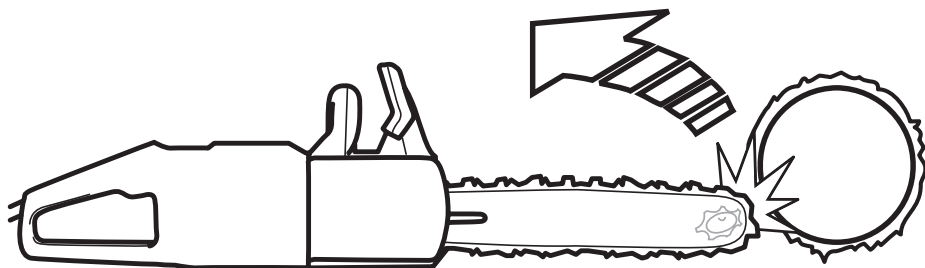

Рисунок 3 — Отброс бензопилы
• Отброс — это неожиданная ответная реакция бензопилы в процессе работы, когда она резко подается назад к оператору в результате контакта верхней носовой части (зона отброса) направляющей шины (см. рис. 3, 4) с другими предметами.